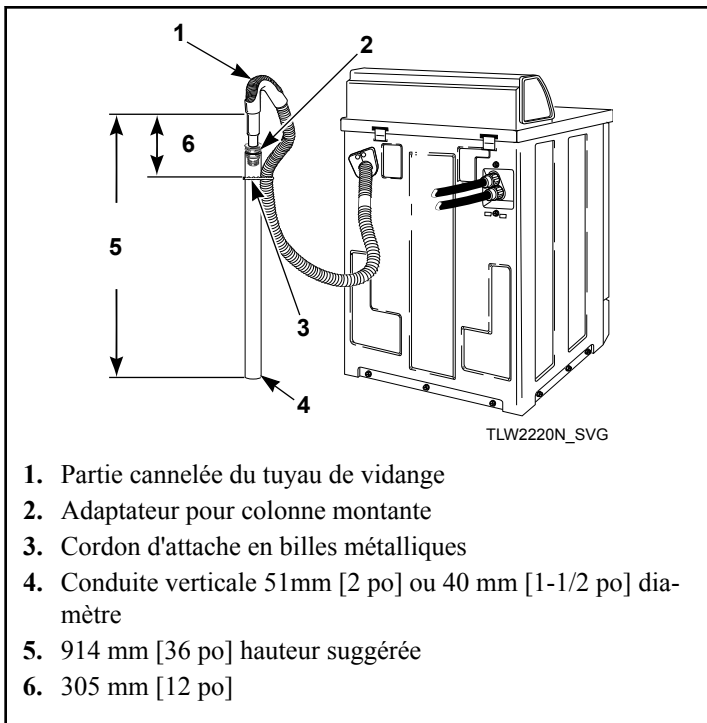

Figure 5
- Retirer le cordon d'attache en billes métalliques du sac d'accessoires et le placer autour de la conduite verticale et du tuyau de vidange à approximativement 300 mm [12 pouces] du haut de la conduite. Se reporter à la *Figure 5*.